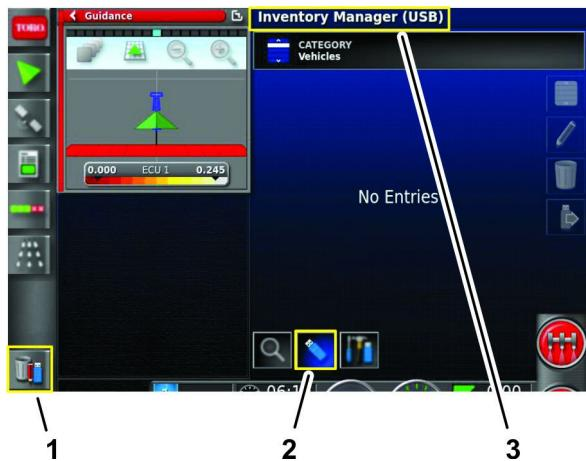

Figura 87
- Premete l'icona Sistema di gestione dell'inventario (Figura 87).
- Se il titolo nella parte superiore della schermata indica Sistema di gestione dell'inventario (USB), premete l'icona Commuta visualizzazione (Figura 87).